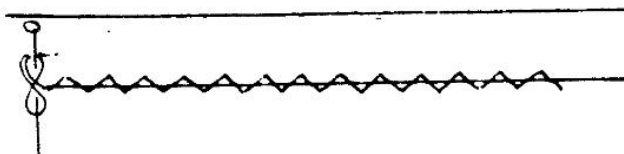

Рис. 172
3. Наложите нить на изделие с изнаночной стороны, чуть выше будущей линии шва (в сторону припуска). Прикрепите ее концы булавкой или узлом. Выполните строчку «зигзаг» поверх нити (шнурка), но не по ней самой. Если вам трудно это выполнить, увеличьте ширину строчки (рис. 172).